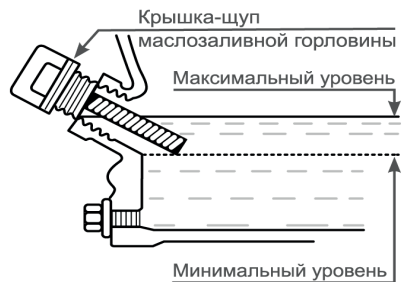

РИС. 5
- Откройте заливную горловину. Выверните крышку-щуп из маслозаливной горловины (Рис. 5).